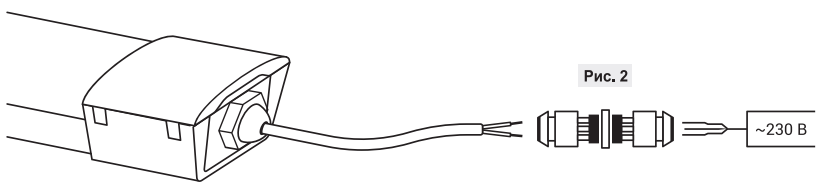

Рис. 2
- Подключите при помощи клеммной колодки или специального герметичного коннектора сетевой кабель к выведенному проводу светильника (Колодка и герметичный коннектор не входят в комплект поставки) (Рис. 2).
- Підключіть за допомогою клемної коробки або спеціального герметичного коннектора мережевий кабель до виведеним проводу світильника. (Колодка і герметичний коннектор не входять в комплект поставки) (Рис. 2).